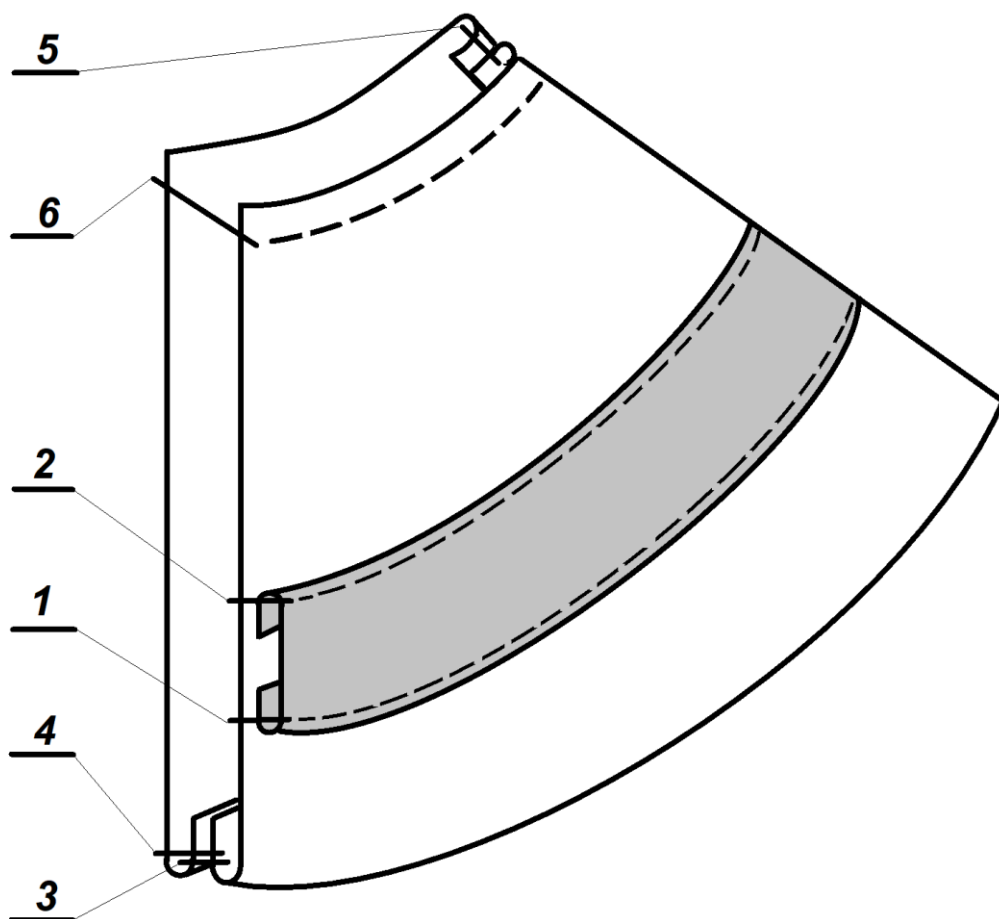

Рисунок 2 – Схема обработки воротника
2) При пошиве можете воспользоваться рекомендованной технологической последовательностью изготовления, приведенной ниже (стр. 7), а также схемами обработки (стр. 8, рис. 2), или применить свой метод изготовления, не ухудшающий качество и полностью соответствующий заданному внешнему виду фрагмента модели женского платья.
2. Настрочить косую беку вдоль отлета воротника с подгибом срезов внутрь на расстоянии 0,1-0,2 см от сгибов с соблюдением технических условий (рис. 2, стр. 1 и 2).
3. Обтачать верхний воротник нижним по срезу отлета, ш. шва 0,7 см (рис. 2, стр. 3).
4. Настрочить нижний воротник на шов обтачивания отлета воротника, ш. шва 0,1-0,2 см (рис. 2, стр. 4).
7. Обтачать концы воротника, ш. шва 0,7 см (рис. 2, стр. 5).
11. Стачать верхний и нижний воротники вдоль среза горловины на расстоянии 0,5-0,6 см (рис. 2, стр. 6).